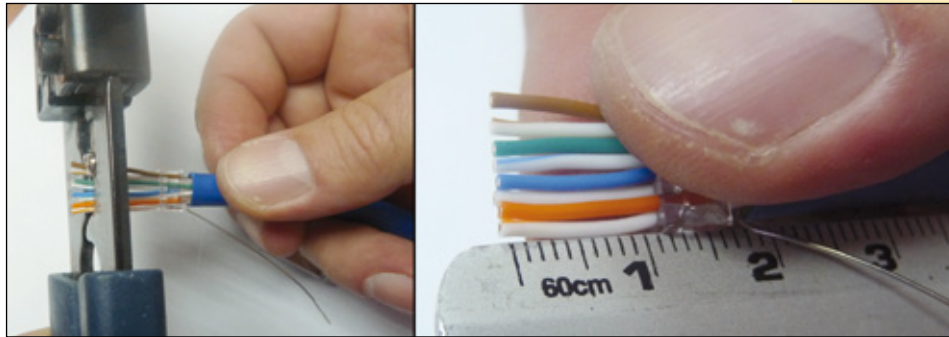

Figura 18
- 13 Efectué el corte según la medida tomada, tal como se muestra en la Figura 18.